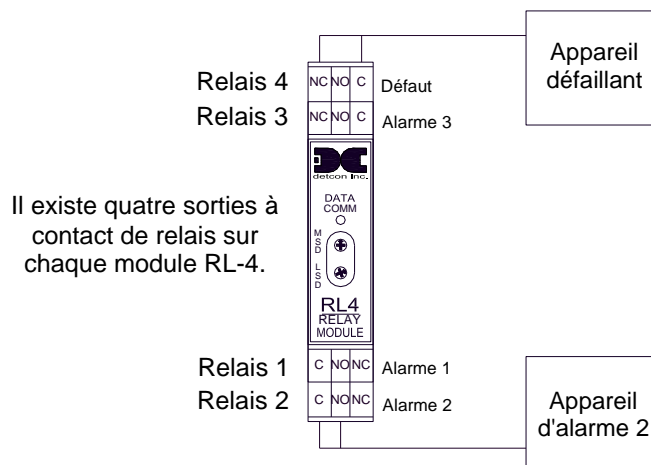

Figure 21 Module de sorties de relais RL-4
Chaque module RL-4 comprend quatre (4) relais de 5 A à interrupteur unipolaire à deux directions en forme de C. Chaque relais du module est assigné spécifiquement à une alarme. Le relais 1 est assigné à l'alarme 1, le relais 2 à l'alarme 2, le relais 3 à l'alarme 3 et le relais 4 au défaut. Les alarmes peuvent être utilisées pour contrôler (déclencher) des appareils de signalement ou en tant qu'entrées de signal vers d'autres appareils de contrôle. Les connexions aux contacts des relais du module RL-4 sont représentées à la Figure 21 et sont marquées C (commun), NO (normalement ouvert) et NC (normalement fermé). Les 5 A des contacts de relais ne doivent pas être dépassés. Les modules RL-4 sont installés sur le rail DIN de la centrale.